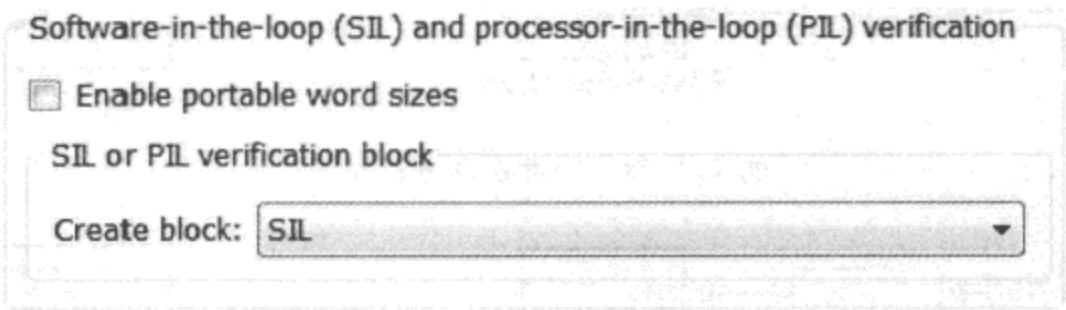

图 7.2.67 SIL 设置
(3) 生成 SIL 模块。在 Real-Time Workshop→SIL and PIL Verification 界面的 Create block 下拉列表,选择 SIL 选项,如图 7.2.67 所示。